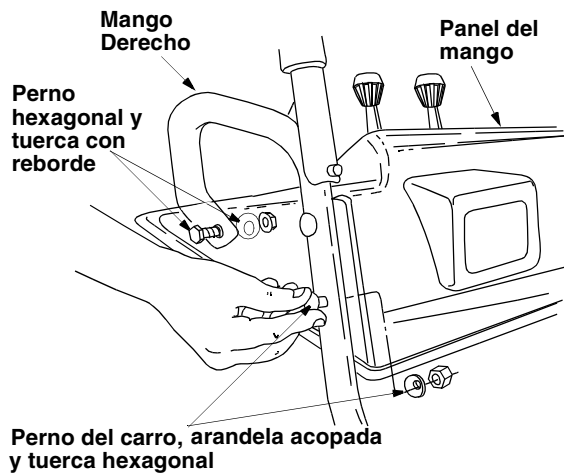

Figura 3
- Coloque el panel del mango en posición entre los mangos de manera que los extremos de la parte curvada de los mangos atraviesen las ranuras en el panel del mango. Alinee los orificios en el mango con los orificios en los dos lados del panel del mango. Vea la Figura 3.
- Fije el panel del mango al mango con dos pernos del carro, arandelas acopadas (lado acopado contra el panel del mango) y tuercas hexagonales de cada lado. Vea la Figura 3. Usted encontrará esos sujetadores en el conjunto de la ferretería (Grupo B en la página 6). Alinee el contorno de la cabeza del perno del carro con el mango.
conjunto de la ferretería (Grupo C en la página 6). Vea la Figura 3. No ajuste en este momento.